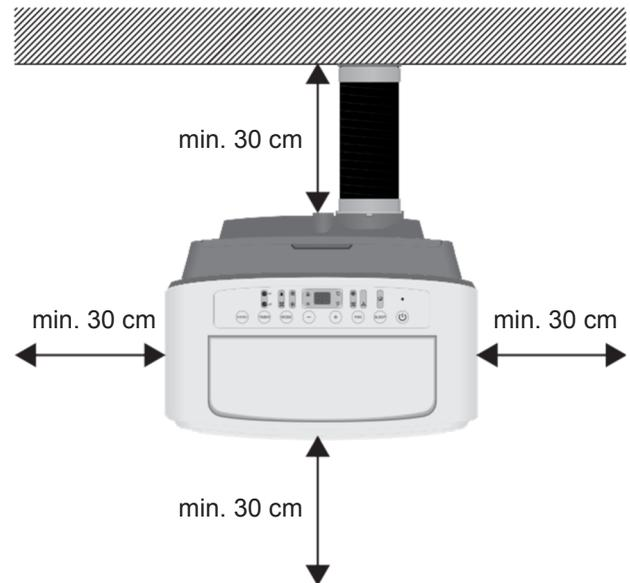

Bild 5: Freiräume um das Klimagerät herum.
- zu allen Seiten mindestens 30 cm Freiraum besteht (siehe *Bild 5*) und